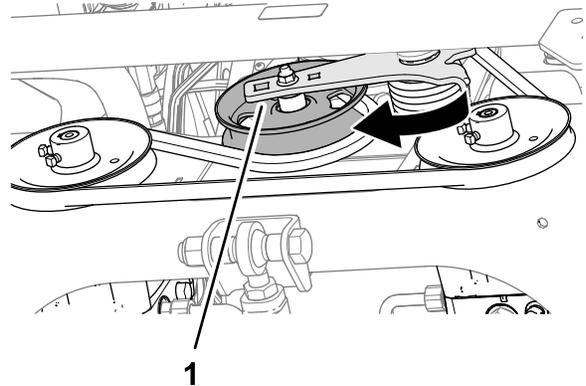

図 90
2. エンジン前側の下部で、アイドルテンションアームにソケットレンチまたはバールなどを差し込んでブラケットを上を移動させてベルトの張りを弱くする (図 90)。